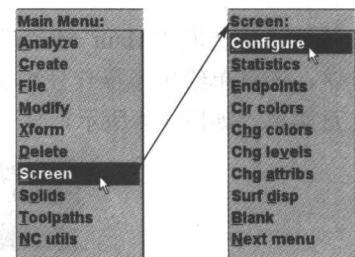

图 1-3 进入系统规划设置
(2) 工具栏：位于标题栏下方，其中集成了主菜单中的常用命令。可以通过单击工具栏中“←”和“→”按钮来改变工具栏的显示。也可以通过菜单“Screen”→“Configure”（屏幕→系统规划）命令（如图 1-3 所示），弹出“System Configuration”（系统规划）对话框，单击“Toolbar/Keys”（工具列/功能键）选项卡，打开相应的选项卡设置工具栏。
(3) 坐标显示区：当光标在绘图区移动时，在坐标显示区中将显示光标所在的位置坐标。
(4) 主菜单区：Mastercam 9.1 系统的所有功能都可以通过主菜单区中的各项指令来实现。单击主菜单区中的任一选项，随后都将打开相应的子菜单。若要返回上一级菜单，可通过单击主菜单区下面的“BACKUP”（回上层功能表）按钮实现。如果显示的菜单项为多级子菜单，可通过单击“BACKUP”下面的“Main Menu”（回主功能表）按钮直接返回主菜单。
(5) 次菜单区：“BACKUP”和“MAIN MENU”按钮下面为次菜单区，包括 10 多个按钮，如“Z: 0.000”（工作深度）、“Color: 10”（颜色）、“Level: 1”（图层）、“Attributes”（图素属性）、“Groups”（群组）、“Mask: OFF”（限定开关）、“WCS: T”（工作构图坐标系）、“Tplane: OFF”（刀具面）、“Cplane: T”（构图平面）和“Gview: T”（构图视角）等。这些按钮是在应用 Mastercam 9.1 系统进行设计时常用到的功能指令。它们的使用方法和注意事项将在 1.5.4 节介绍。